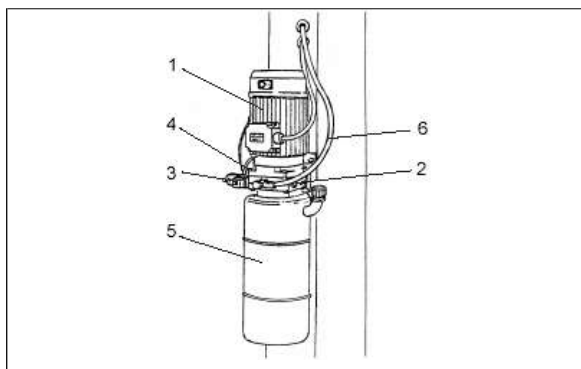

Рис. 5. Силовой гидроузел
- Двух гидравлических цилиндров (8), обеспечивающих подъем подвижных платформ, закрепленных на фиксированных у основания стойках подъемника.
- Одной гидравлической станции (см. Рис. 5), закрепленной на командной стойке для обеспечения работы цилиндров.
#### СИЛОВОЙ ГИДРАВЛИЧЕСКИЙ УЗЕЛ (Рис. 5):